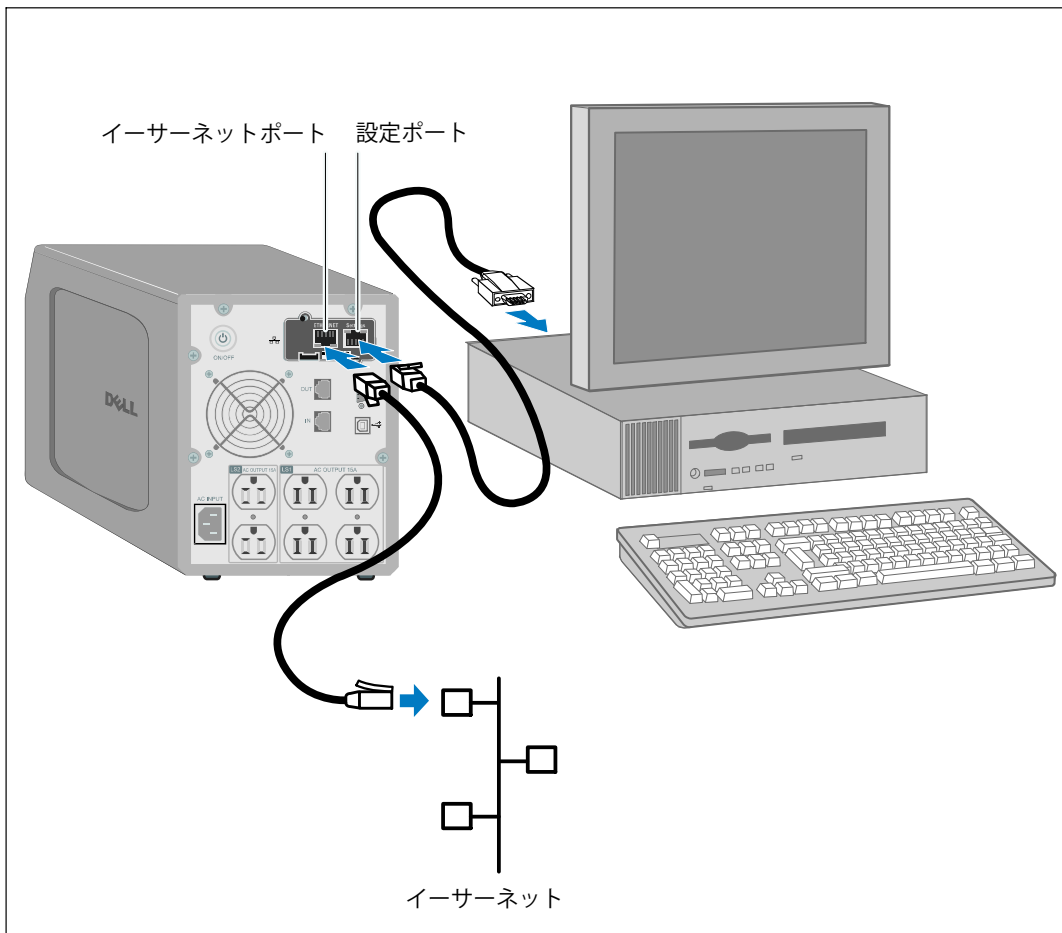

図5. カードの接続
- 1 同梱のシリアルケーブルのRJ-45の末端を、カードの「設定ポート」に差し込みます（図5を参照）。
- 3 Dell ネットワークマネジメントカードのイーサーポートに、動作中のイーサーネットワークケーブル（同梱されていません）を接続します（図5を参照）。